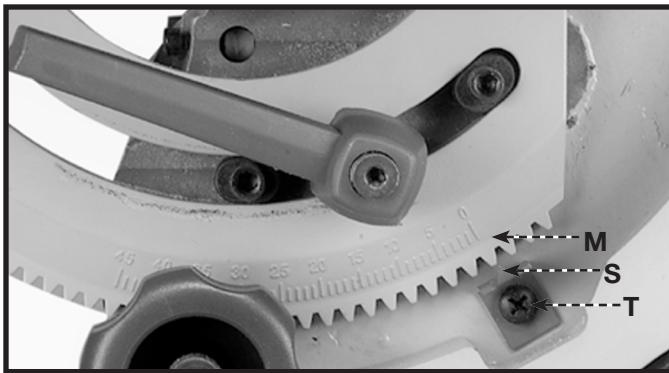

Fig.16
- Desserrer la vis (T) fig. 16, et aligner le pointeur (S) avec le repère zéro de l'échelle du tourillon (M). Serrer solidement.